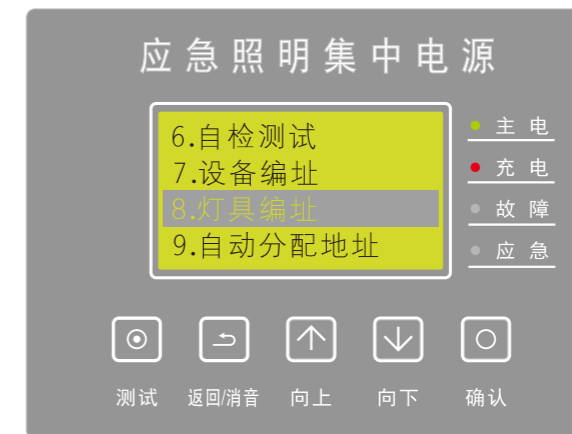

图20
(9)、灯具编址：在主屏时，按【确认】键进入菜单，按【向上/向下】选择【灯具编址】(如图20)按【确认】键进入。